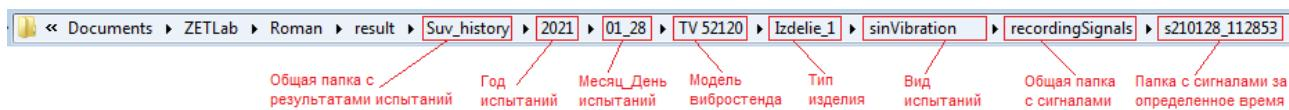

Рис. 15.2 Пример директории расположения папки с зарегистрированными сигналами
1. Нажать кнопку «Выбрать директорию» и в открывшемся окне установить директорию расположения папки с зарегистрированными сигналами. Для определения директории расположения папки с зарегистрированными сигналами следует на Панели СУВ активировать меню «Результаты испытаний», из открывшейся директории перейти к папке с интересующими сигналами в соответствии с примером приведенным на Рис. 15.2.